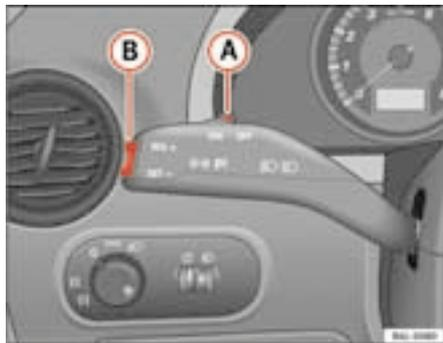

Fig. 104 Leva degli indicatori di direzione e degli abbaglianti: l'interruttore e il tasto di comando del regolatore di velocità
- Quando il veicolo raggiunge la velocità che si intende poi mantenere, premere una sola volta sulla parte inferiore del tasto **SET** ⇒ fig. 104 **(B)**.